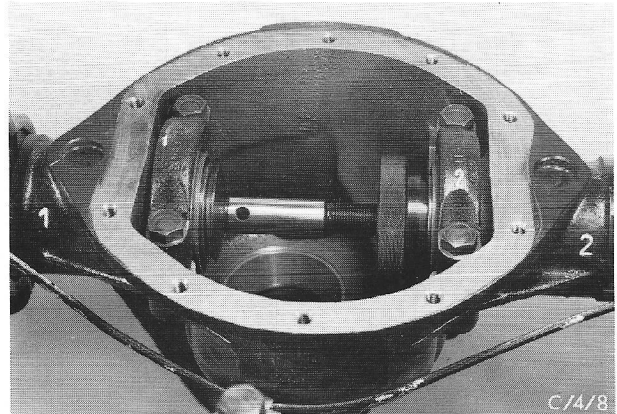

Fig.37 Kaliberstift in de achterbrug.
18. Breng de kaliberstift 15-019 samen met de te monteren lagers in de achterbrug aan, monteer de lagerkappen (nummers moeten corresponderen) en zet de bouten met het voorgeschreven aantrekkoppel vast (fig.37).